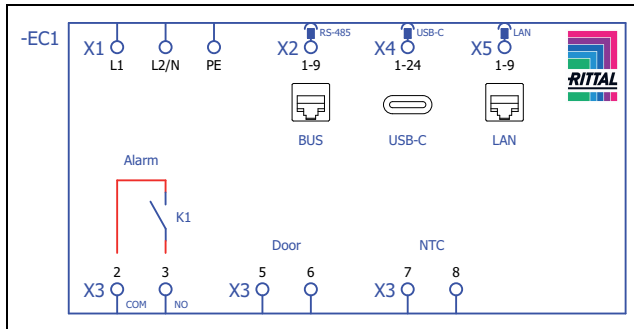
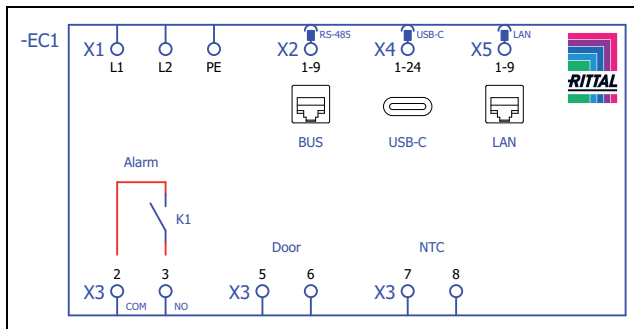

Fig. 45 : plan de connexion références SK 3478800, SK 3478801, SK 3479800, SK 3479801, SK 3480800, SK 3484800
Fig. 46 : plan de connexion référence SK 3484840
- Sortir la fiche d'alimentation du sachet d'accessoires et établir l'alimentation du réseau conformément à l'identification correspondante des raccordements (fig. 45 ou fig. 46).